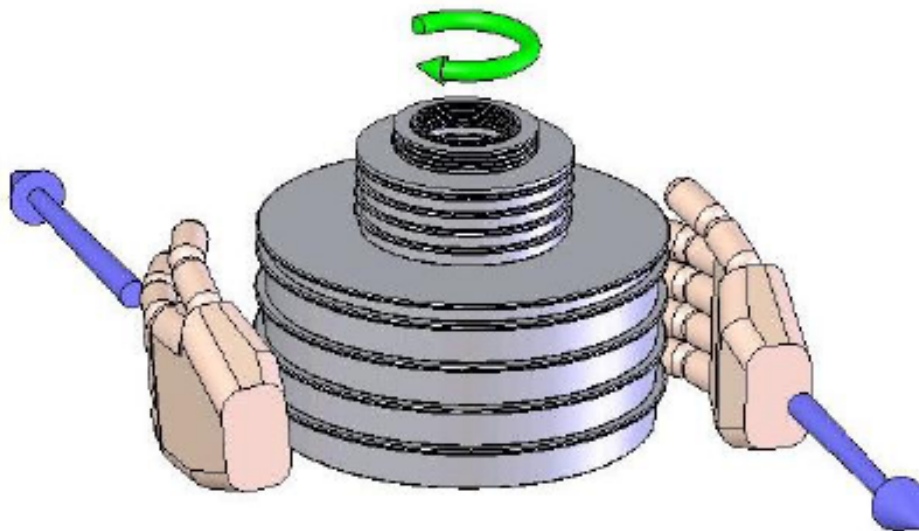

図 3-2. 重りの回転
6. 重りスタックを時計回りに、約 10 ～ 60 rpm の速度でゆっくり回します。重りを回すときは、荷重が偏らないようにします。そのためには、手の平をスタックの両側に当てて、スタックをそれぞれ逆方向に引いて回します (図 3-2 を参照)。ピストンが移動範囲の上限と下限を超えている場合は、重りを回転させないでください。